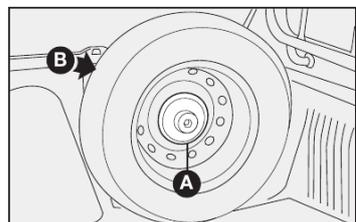

fig. 5
- Nas versões com cabine curta, destarraxar o pino suporte da roda sobressalente **A-fig. 5** ou **6** e retirar a mesma de sua sede **B-fig. 5 e 6**.